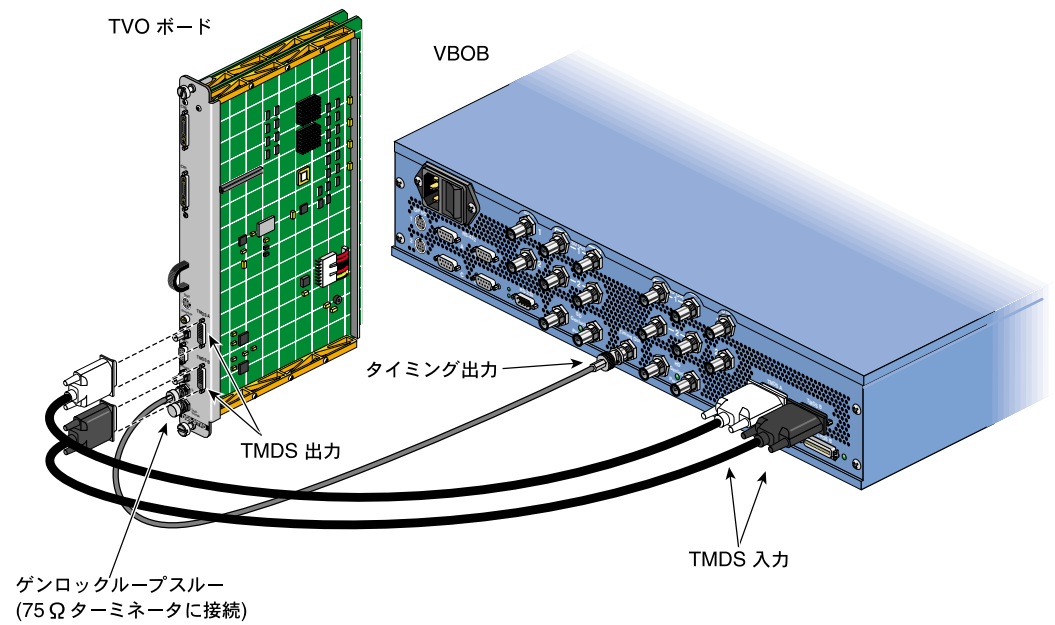
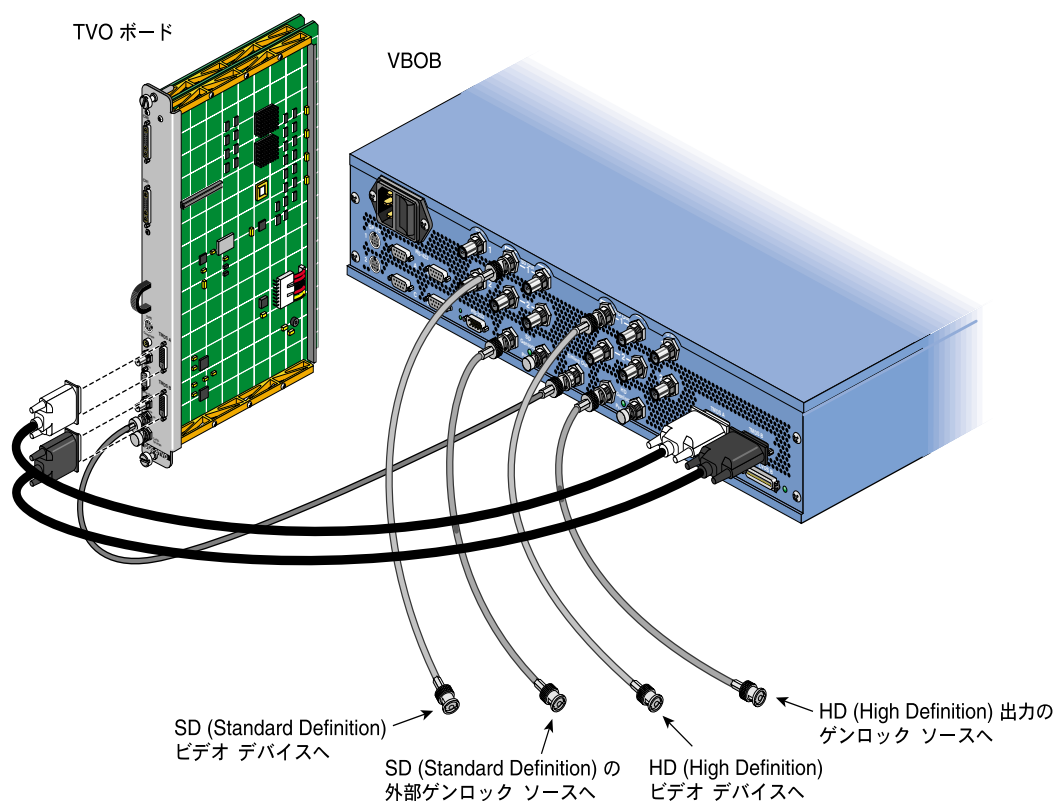

図3-3 TVOとVBOBとの接続
図 3-4 HD (High Definition) ビデオ / SD (Standard Definition) ビデオおよびゲンロック接続
1. TMDS A ケーブル（両端に白いコネクタが付いた黒いケーブル）の一方を TVO ボードの TMDS A コネクタに接続します。このケーブルのもう一方の終端は、図 3-3 のように TMDS A コネクタに取り付けます。
図 3-3 で示した接続が完了したら、VBOB HD 出力コネクタまたは SD 出力コネクタから対象となる HD または SD ビデオデバイスにケーブルを接続します。出力シリアルデジタル信号をゲンロック信号に固定する場合は、アナログ同期信号を VBOB HD ゲンロック入力コネクタまたは SD ゲンロック入力コネクタに接続します。詳細については、図 3-4 を参照してください。HD または SD ゲンロックループスルーを使用していない場合は、75 Ω ターミネータを適切なコネクタに取り付けてください。